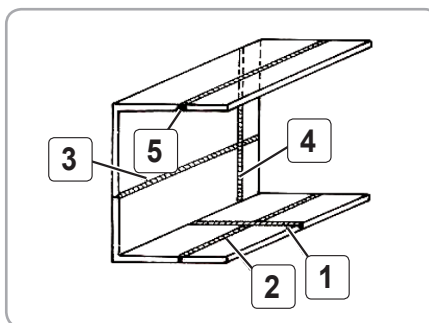

Fig.18
- cusături în V/I (Y), se recomandă pentru sudarea pieselor cu grosime de 8-24mm. Prelucrarea pieselor se face pe o parte, pe o anumită grosime a acestora (în general pe jumătate din grosime). Acest mod de prelucrare a marginilor se întâlnește de obicei la procedeul de sudare sub strat de flux în cazul în care sudarea se face automat.
- cusături de sudură în 1/2V, 1/2U, 1/2X (K) se utilizează mai rar, recomandându-se la sudarea orizontală pe perete vertical (pentru a împiedica scurgerea metalului topit) și la îmbinările în T.
- pentru îmbinări cu cusături în adâncime: Fig. 18
- îmbinări sudate orizontale în plan vertical (3);
- îmbinări sudate verticale în plan vertical (4);
- îmbinări sudate de plafon (peste cap) (5);